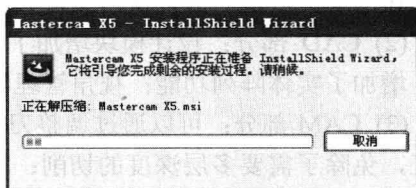

图 1-2 解压过程
(2) 安装程序经过一个解压过程, 如图 1-2 所示。系统会自动弹出如图 1-3 所示的安装界面, 单击 **下一步(N) >** 按钮, 进入下一步。